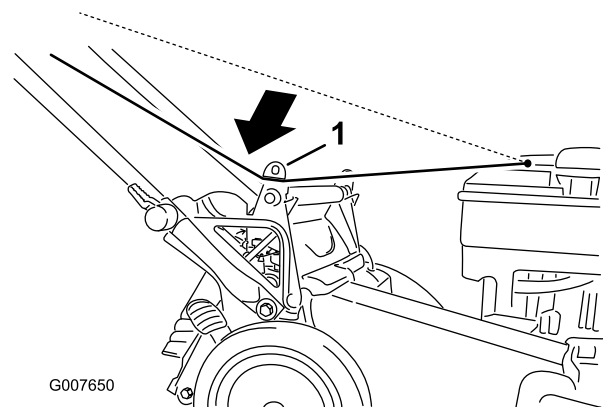

Figura 23
1. Pase la cuerda del arrancador alrededor de la guía de cuerda inferior (Figura 23).